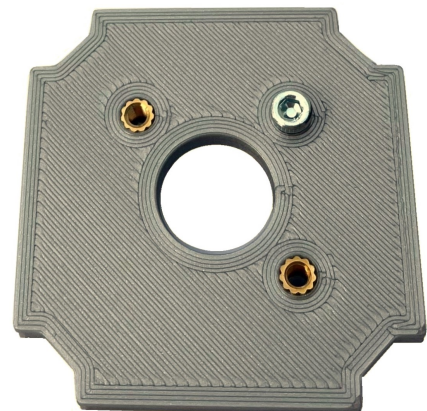

Abb. 6: Inbus-Schraube in der Justageplatte
- (7) Schrauben Sie die INBUS-ZYLINDERKOPFSCHRAUBE, M3x12 vollständig in den mittleren der drei Gewindeeinsätze (Abbildung 6).